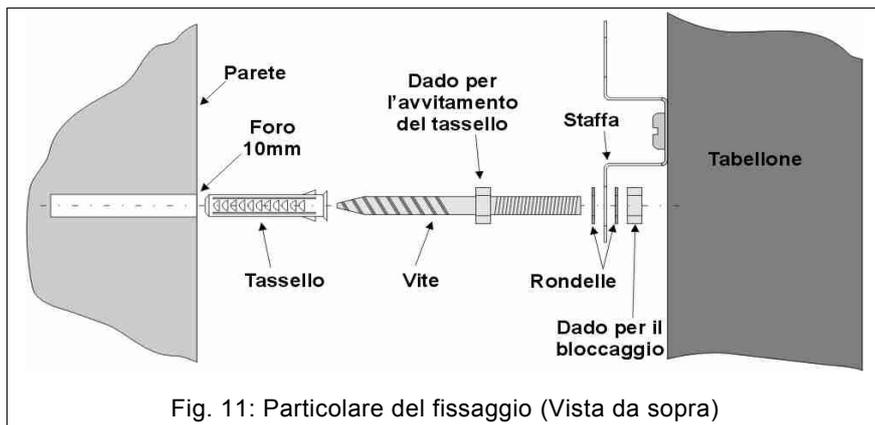

Fig. 11: Particolare del fissaggio (Vista da sopra)
- In ognuno dei due fori, inserire il tassello e poi avvitare la vite, agendo sull'apposito dado con una chiave da 13 mm (Fig. 11); quindi infilare la rondella.